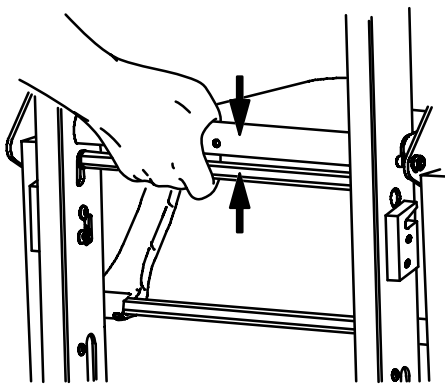

Rysunek 6 – Uchwyty do podnoszenia po stronie stóp pacjenta
2. Operator po stronie stóp pacjenta: Naciśnij czerwone przyciski zwalniające w celu wysunięcia uchwytów do podnoszenia po stronie stóp pacjenta i wyciągnij uchwyt aż do zablokowania (Rysunek 6). Zwolnij przyciski, aby zablokować uchwyt.